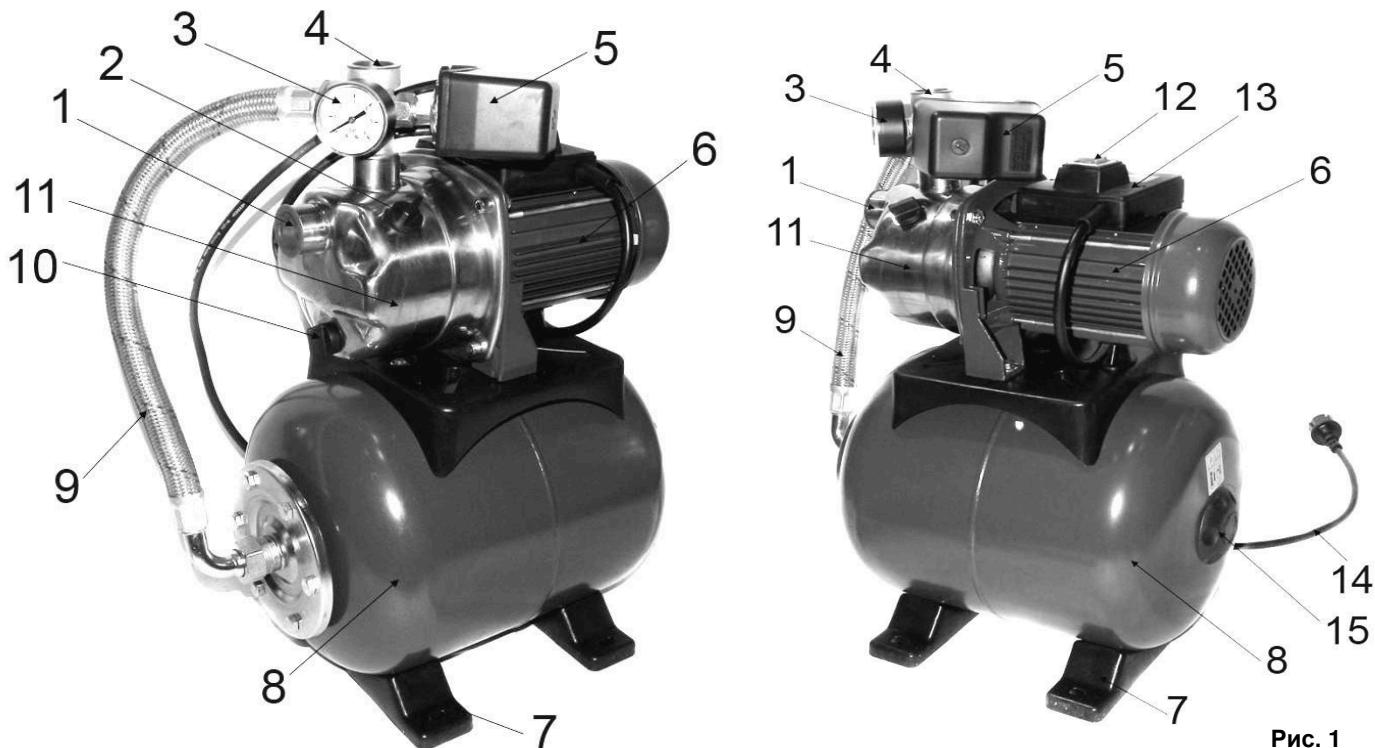

Рис. 1
- Электронасос состоит из насосной части и электродвигателя (6), который крепится на переходном фланце.
- Электродвигатель (6)(См. Рис.1) - асинхронный, закрытого типа с наружной вентиляцией. На двигателе установлена клеммная коробка (13), в которой находятся конденсатор и клеммные колодки для соединения электродвигателя с кабелем питания.
- Гидроаккумулятор (8) служит для аккумулирования воды под давлением. Состоит из резервуара со сменной резиновой мембраной, имеет пневмоклапан для закачки воздуха.
- Гидроаккумулятор с расширительным баком (резиновой мембраной)(8) служит для аккумулирования воды под давлением и сглаживания гидроударов.
- Реле давления (5) служит для автоматического включения и выключения насоса в зависимости от давления воды в системе.
- Манометр (3) предназначен для визуального контроля давления в системе.
- После прекращения отбора воды потребителями давление воды в системе растет до верхнего предела настройки реле давления (5).
- В отверстия напорного и, соответственно, всасывающего патрубка (3) и (1) (См. Рис.1; 2) установите штуцера или другие соединительные элементы водопроводной системы (в комплект поставки не входят), обеспечив герметичность соединения.
- Перед запуском насосной станции необходимо убедиться в наличии давления (1,5 - 2 бар) в ресивере (8)(См. Рис.1).
- Выкрутите пробку заливного отверстия (2)(См. Рис.1).
- Закрутите заливную пробку (2)(См. Рис.1).
- Для слива воды из насоса перед его демонтажем, использовать сливную пробку (10)(См. Рис.1).
- Нажмите на кнопку включения (12)(См. Рис.1).